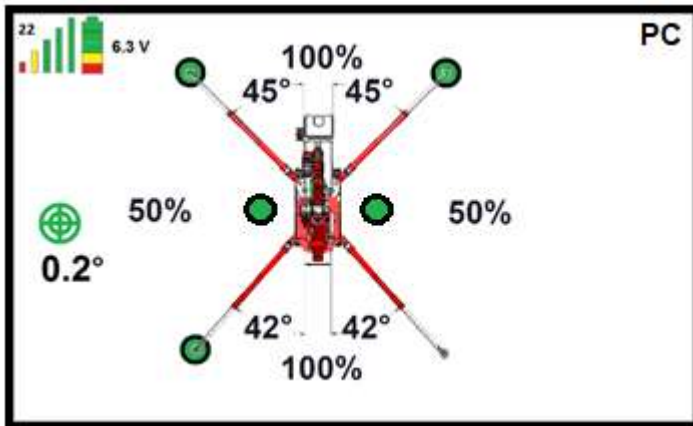

Abbildung 42
- Links oben wird die Sendefrequenz angezeigt (siehe *Abbildung 42*), im vorliegenden Beispiel ist dies 22.
- Die Signalstärke wird mit 5 senkrechten Balken dargestellt. Bei guter Signalstärke sind diese alle eingeblendet (siehe Beispiel in *Abbildung 42*). Wenn das Signal schwächer wird, werden zunächst die grünen Balken und dann der gelbe und der rote ausgeblendet. Bei einem zu schwachen Signal können Sie eine andere Frequenz einstellen, indem Sie den Sender und die Maschine aus- und wieder einschalten. Siehe Abschnitt 6.2.1.
- Der Akkuladestatus wird mit dem Akkuzeichen links oben im Bildschirm wiedergegeben. Wenn der Akku vollständig geladen ist, werden 3 grüne Blöcke sowie 1 gelber und 1 roter Block angezeigt (siehe Beispiel in *Abbildung 42*). Wenn die Ladung nicht mehr vollständig ist, werden dementsprechend Blöcke ausgeblendet.
- Die Spannung ist in Volt angegeben. Im Beispiel in *Abbildung 42* beträgt diese 6,3 V.
- Der Grad der Horizontalstellung der Maschine wird ebenfalls angezeigt. Dies sind die grünen Kreise mittig am linken Bildschirmrand. Im Beispiel in *Abbildung 42* steht der Kran 0,2° geneigt. Es wird nicht angezeigt, zu welcher Seite hin sich die Schräglage befindet. Dies kann auf der Wasserwaage abgelesen werden (siehe *Abbildung 34*).
- Der Stützfuß links vorne ist im Beispiel mit 45° abgestützt (siehe *Abbildung 42*).
- Der Stützfuß rechts vorne ist im Beispiel mit 45° abgestützt (siehe *Abbildung 42*).
- Der Stützfuß links hinten ist im Beispiel mit 42° abgestützt (siehe *Abbildung 42*).
- Der Stützfuß rechts hinten ist im Beispiel mit 42° abgestützt (siehe *Abbildung 42*).
- Zur Vorderseite des Krans kann mit 100 % der Traglast gehoben werden (*Abbildung 42*).
- Zur rechten Seite des Krans kann mit 50 % der Traglast gehoben werden (*Abbildung 42*).
- Zur Rückseite des Krans kann mit 100 % der Traglast gehoben werden (*Abbildung 42*).
- Zur linken Seite des Krans kann mit 50 % der Traglast gehoben werden (*Abbildung 42*).
- An allen Stützfüßen außer einem ist ein grüner Kreis sichtbar (*Abbildung 42*). Der Stützfuß ohne Kreis ist nicht richtig abgestützt. Er liegt wahrscheinlich nicht am Boden auf, oder der Bodendruck ist zu gering. Wenn ein grüner Kreis angezeigt wird, ist der Stützfuß richtig abgestützt.